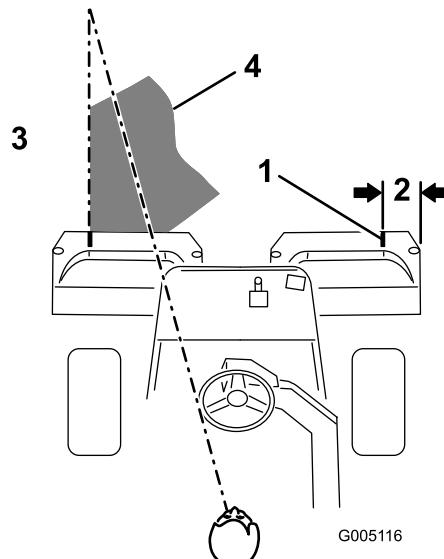

图23
**注意** 为了保持以直线方式穿过果岭、并使得机器与此前剪草的边缘保持等距请在机器前到果岭未剪部分的边缘虚构一条长约 1.83m 的视线图23。有些操作员发现将方向盘的外缘看作视线的一部分非常有用即让方向盘边缘对准与机器前面始终保持等距的某个点。